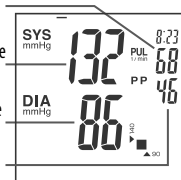

Рис. 15
6. След приключване на измерването върху дисплея ще се отразят стойностите на артериалното налягане, пулсовото налягане, скалата по CO₂ (Световната организация по здравеопазване) и честотата на пулса (рис.15). Уредът автоматично ще изпусне въздуха от маншона.